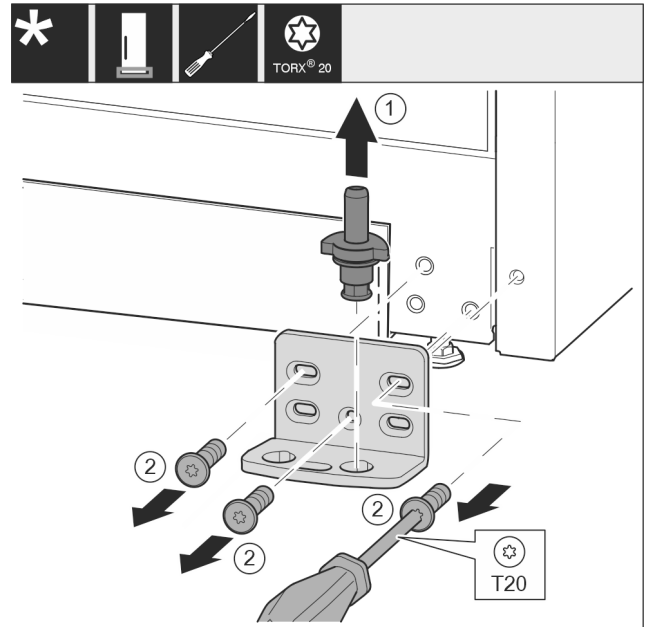

Fig. 18\*
- ▶ 将轴承螺栓 Fig. 18 (1) 完全向上拉出。\*
- ▶ 将螺钉 Fig. 18 (2) 用螺丝刀旋开并取下托架。\*